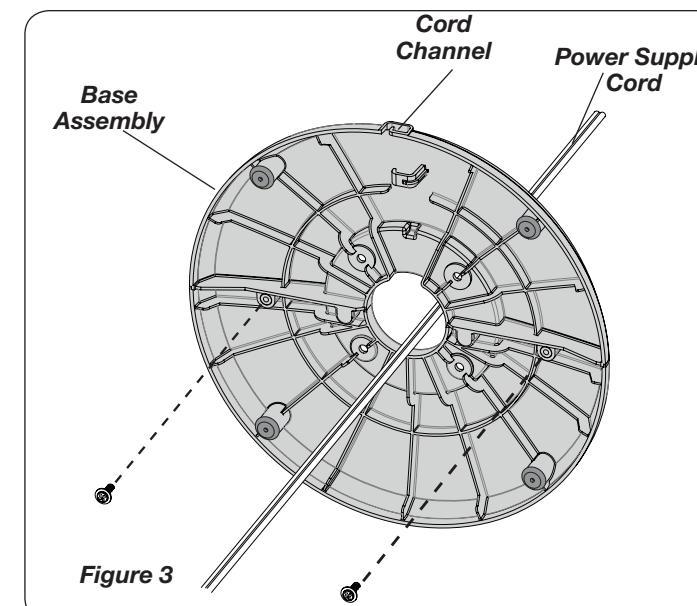

Figure 3
2. Secure the Base halves with (2) M4 X 13mm Screws. Thread the **Power Supply Cord** through the large hole in the **Base Assembly**. **NOTE: The Cord Channel on the bottom of the Base should be towards the back of the Heater.** (Figure 3)
AUTOMATIC TEMPERATURE CONTROL Figure 3
2. Fije las mitades de la base con (2) tornillos M4 X 13 mm. Pase el **Cable Eléctrico** por el gran orificio que se encuentra del **Conjunto de la Base**. **NOTA:** El **Canal Para Cable** en la parte inferior de la base debe estar hacia la parte posterior del Calentador. (Figure 3)